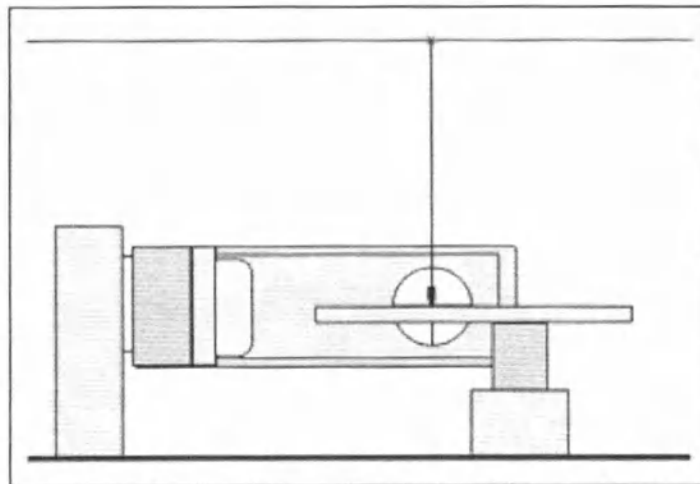

Рисунок 2-3 – Использование подвеса для определения точки на потолке
- e. Удерживайте на потолке подвес таким образом, чтобы нижний грузик касался точки на столе. Точка, в которой нитка подвеса касается потолка, станет ориентиром выходной точкой лазера. Отметьте полученную точку карандашом (см. *Рисунок 2-3 Использование подвеса для определения точки на потолке*).